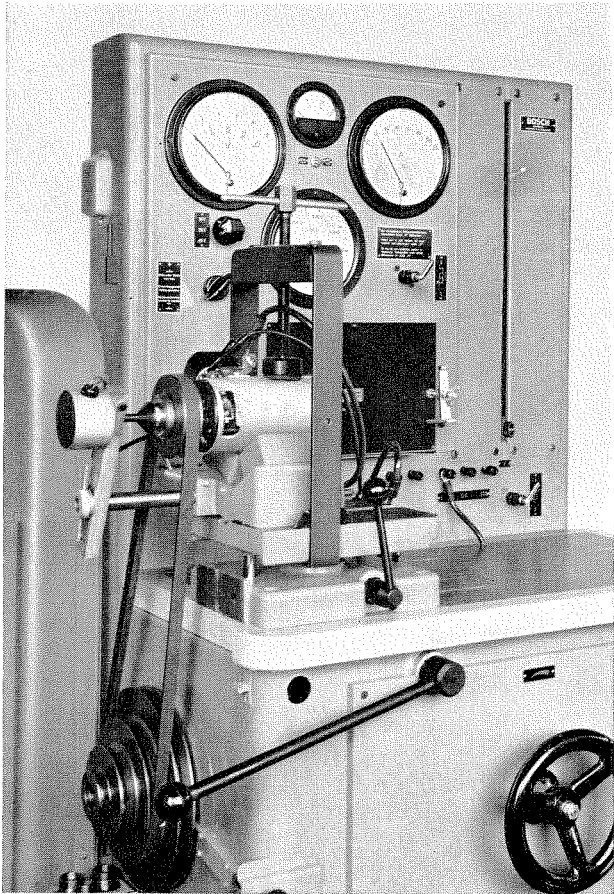

Bild 4 Prüfstand mit aufgespannter Lichtmaschine
4. Aufspannen der Lichtmaschine (siehe Bild 4)